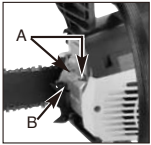

Fig. 17A
1. Ta bort de två bultarna (A) och dra ut ljuddämparen. (Fig. 17A).